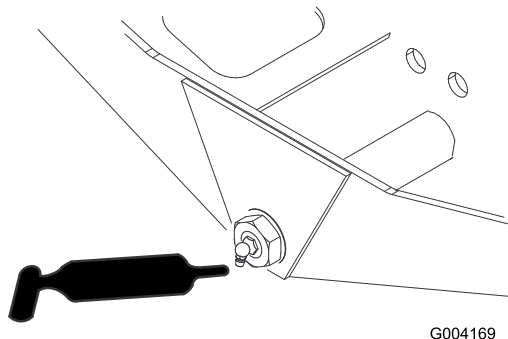

Figure 56
- Pivots de direction d'essieu (1) (Figure 56)